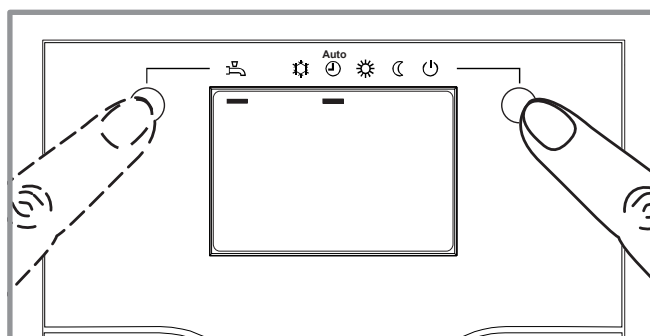

figura 6 - Selecionar o modo de aquecimento AUTO (Automático) e Selecionar o DHW MODE (modo AQS)
- Selecione o modo de aquecimento “AUTO” (figura 6).
- Selecione o DHW MODE (modo AQS) (figura 6).